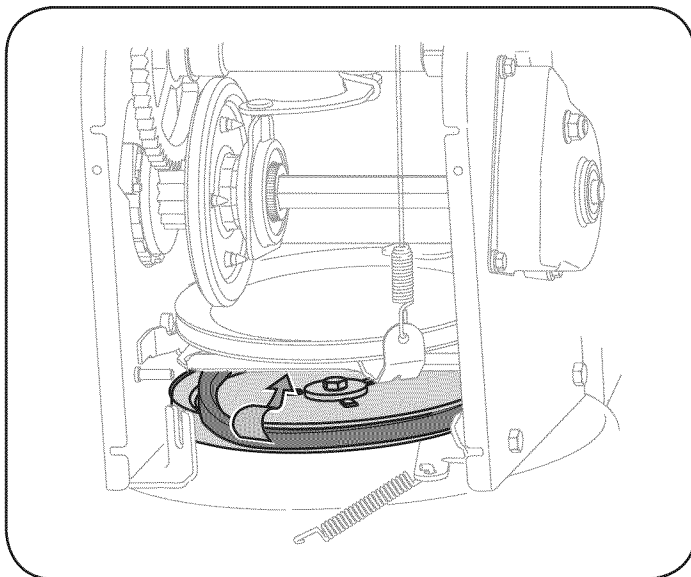

Figura 30
7. Retire la correa de alrededor de la polea de la barrena y deslice la misma entre la ménsula de soporte y la polea de la barrena. Vea la Figura 30.